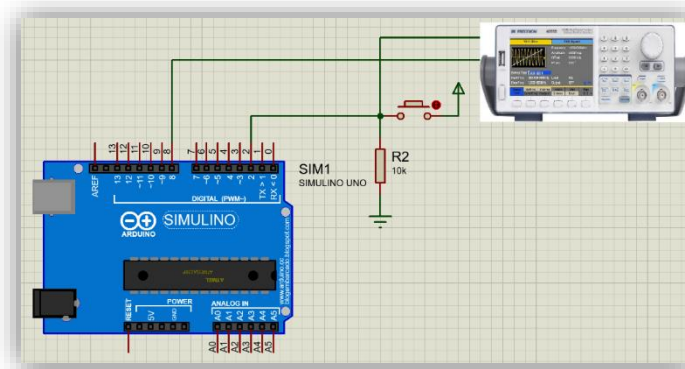
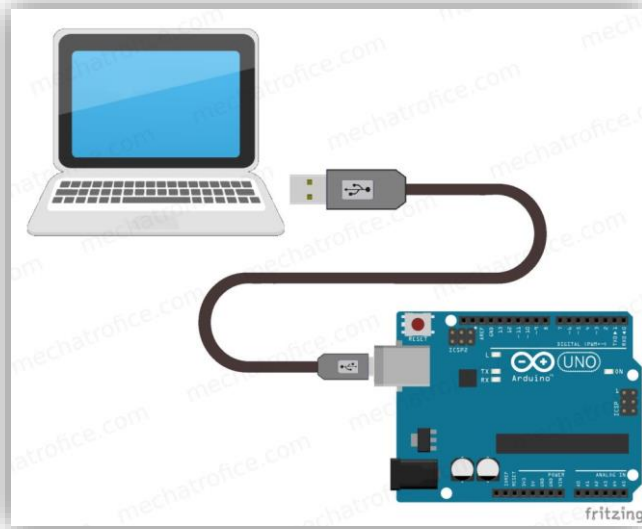

Figura 1: Montaje del **Arduino Uno** para la medición No. 1 de la Latencia de Interrupción.
Figura 2: Montaje de comunicación serial del **Arduino Uno** para la medición No. 2 de la Latencia de Interrupción.
- 1.1.1. Analice los dos procedimientos sugeridos en el tutorial para la medición de la latencia de interrupción, los cuales corresponden a los montajes presentados en la **Figura 1** y en la **Figura 2** indicadas a continuación: